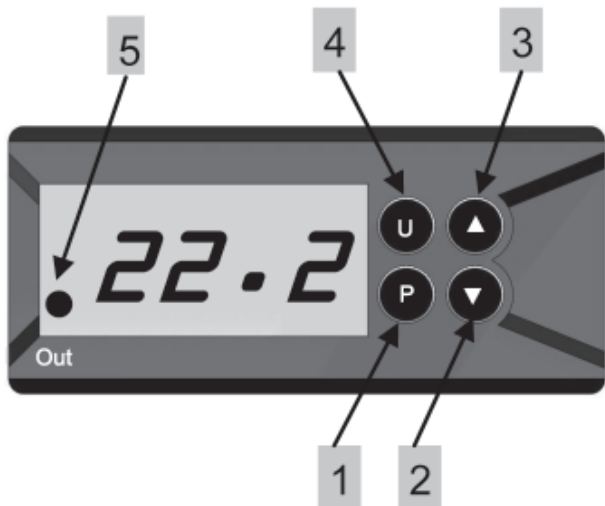

Fig 7.
La modalità di ritardo è indicata dalla luce lampeggiante dell'indicatore Rosso (5) sul termostato digitale (vedere fig. 7)